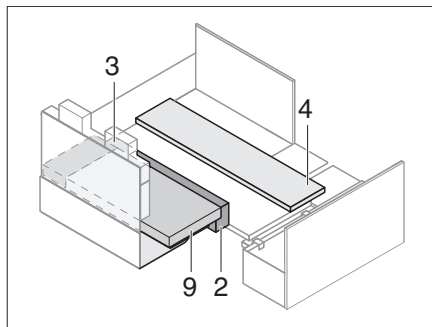

Bild 224 Zusatzpolster positionieren
- Zusatzpolster positionieren (Bild 224). Der Abstand ergibt sich aus den Einlegepolstern.
- Sitzpolster und Sitzverbreiterungen einlegen. Rückenpolster (Bild 224,9) auf die Zusatzpolster legen.